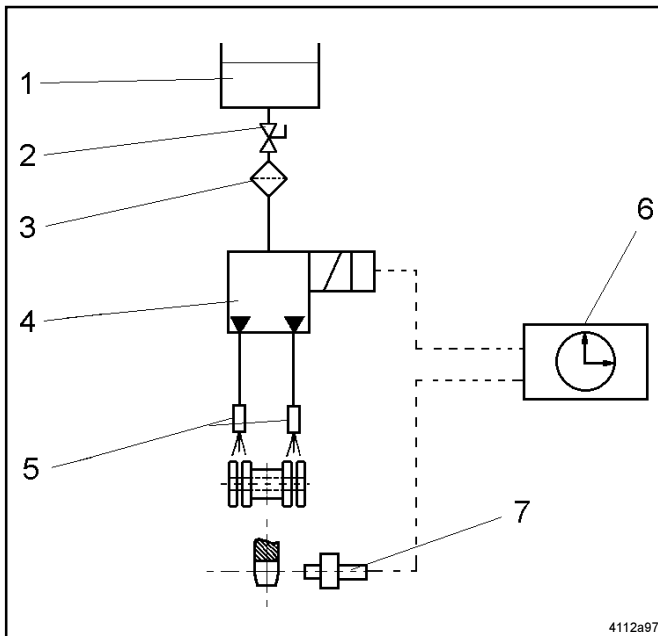
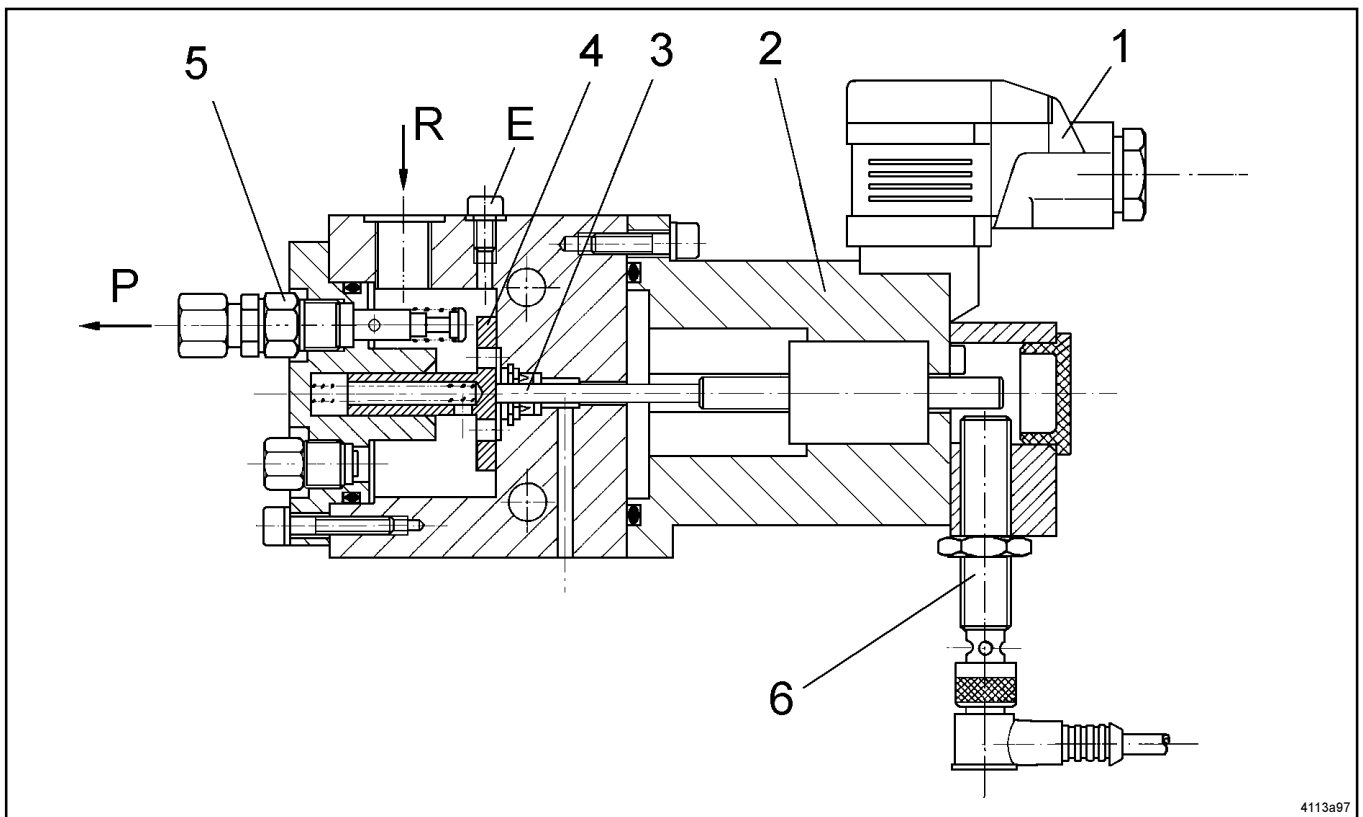

Fig. 1 - Pompe magnétique pour lubrification de chaînes au moyen de buses de pulvérisation
Fig. 2 - Dessin en coupe de la pompe magnétique
- La pompe est entraînée par un électroaimant (2, fig. 2).
- Lorsque la roue dentée motrice est en mouvement, le détecteur de proximité (7, fig. 1) explore (p. ex. les dents ou la chaîne) et commande ainsi l'électroaimant pour l'opération de pulvérisation.
- L'induit de l'électroaimant (2, fig. 2) reçoit une impulsion électrique (excitation) par l'intermédiaire du détecteur de proximité (7, fig. 1) et bute sur la plaque de pression (4) par l'intermédiaire du coulisseau (3, fig. 2). La plaque de pression met les pistons se trouvant dans l'élément de pompe (5) en mouvement.
- Les pistons déchargent une quantité dosée d'huile au raccord de pression (P). La course de retour des pistons de la pompe et de l'induit est réalisée par tension de ressort. Lors de la course de retour, les pistons aspirent une nouvelle quantité d'huile fraîche. La pompe est prête pour le prochain cycle de lubrification.
- Le détecteur de proximité (6, fig. 2 ; équipement facultatif) contrôle le mouvement de l'aimant et donc aussi le fonctionnement de la pompe.
- * Desserrer la vis de purge (4, fig. 2) jusqu'à ce que de l'huile sorte. Ensuite resserrer la vis de purge.